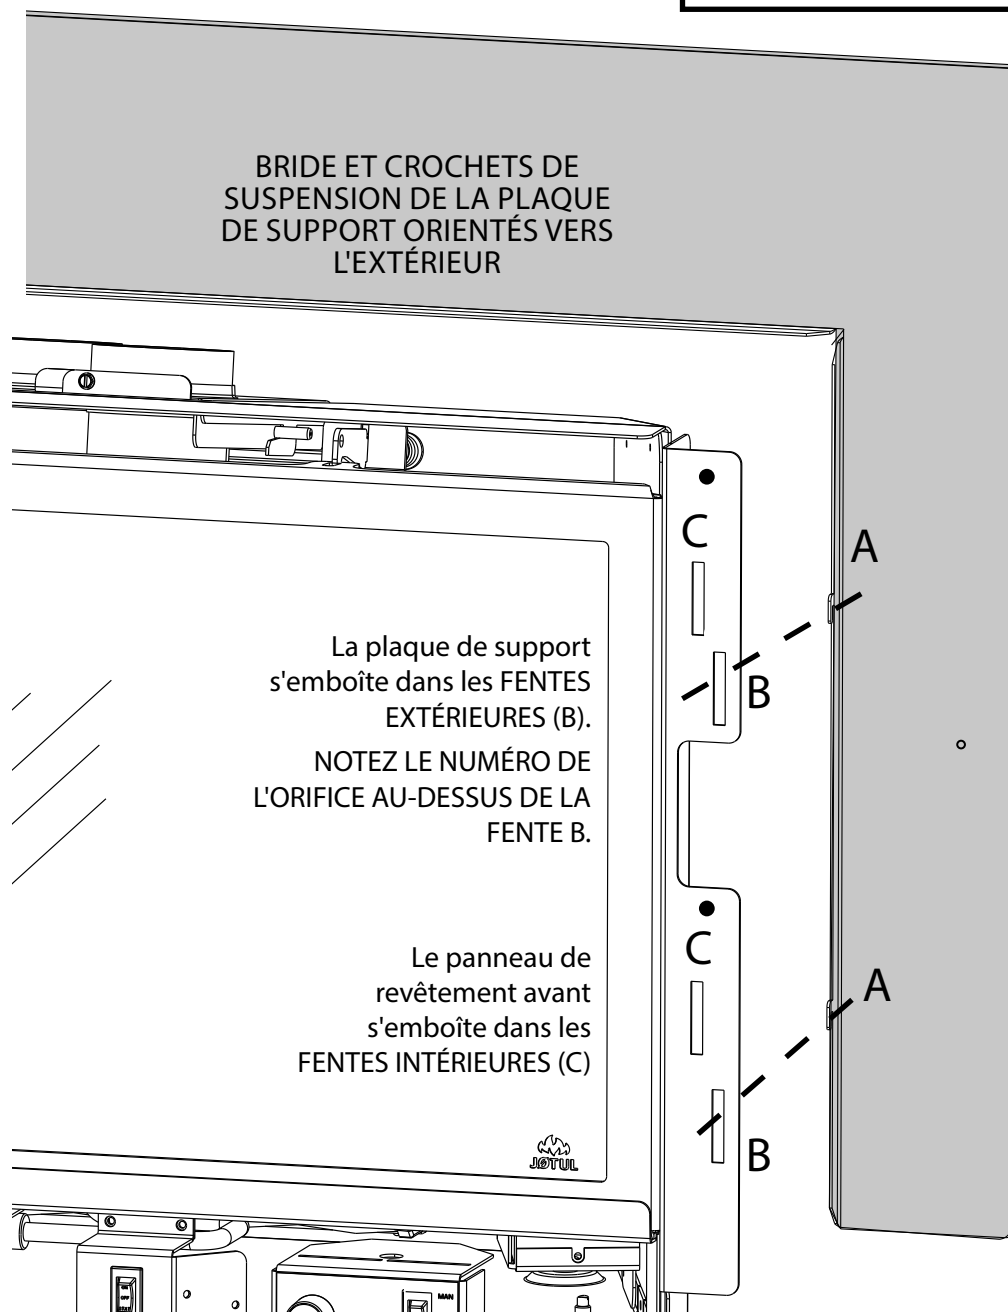

Figure 7.8
Les plaques de support standard et ajustables comprennent quatre crochets de suspension (A) qui s'emboîtent avec les fentes extérieures (B) par l'arrière des supports de la boîte à feu. Notez le petit orifice d'identification au-dessus de chaque fente « B ». Voir la figure 7.8